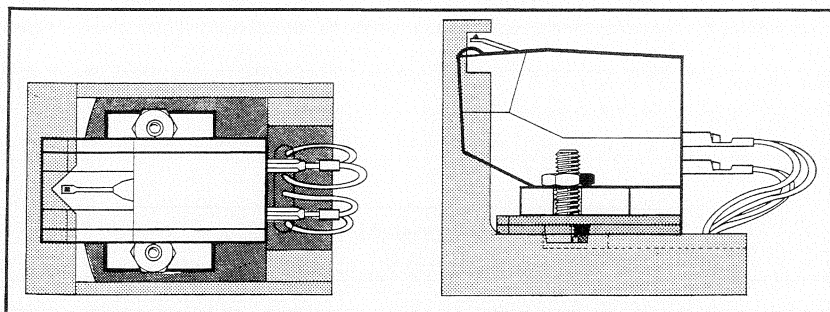

Fig. 6
- Die Montage ist korrekt, wenn die Abtastnadel – von oben betrachtet – in der V-förmigen Aussparung der Systemeinbaulehre steht. Von der Seite betrachtet, muß die Nadel im Bereich der rechteckigen Aussparung stehen (Fig. 6).